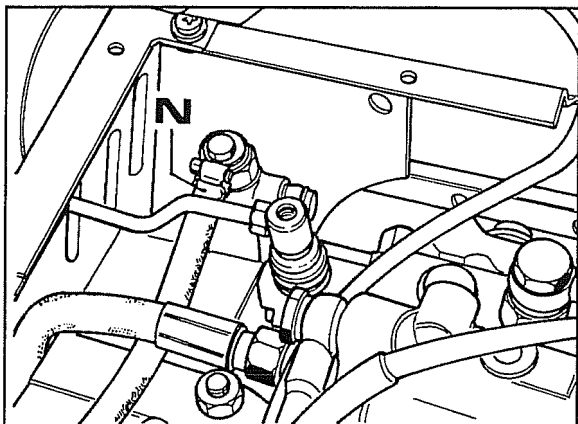
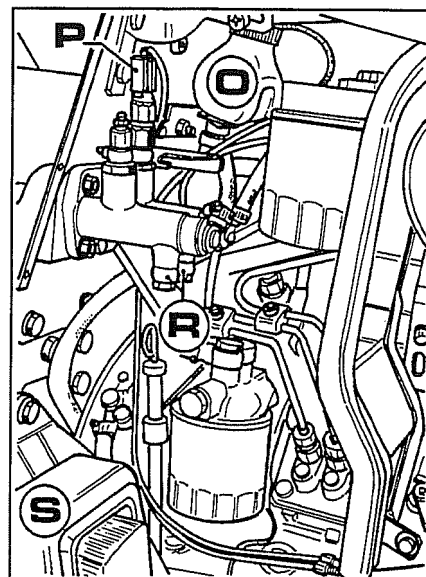

Fig. 11
Fig. 12
7. Dopo aver svuotato il serbatoio olio freni **O** fig. 12, scollegare il tubo di mandata **N** fig. 11 dalla pompa del bloccaggio differenziale.
8. Scollegare i cavi elettrici tramite i blocchetti **P** fig. 12 dal bulbo luci stop, quindi sfilarli sulla parte posteriore.
9. Scollegare i tubi di mandata **R** fig. 12 dalle pompe freni, ricordando di accompagnarli nella fase di separazione della macchina onde evitare di danneggiarli.
10. Togliere i parafanghi **S** e **T** di fig. 12 e 15 con relativi cablaggi.